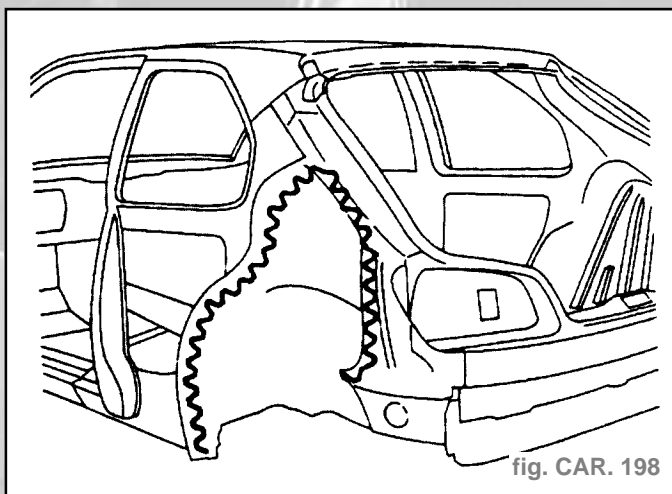

fig. CAR. 198
- Appliquer une colle de calage structurale (fig. CAR. 198).